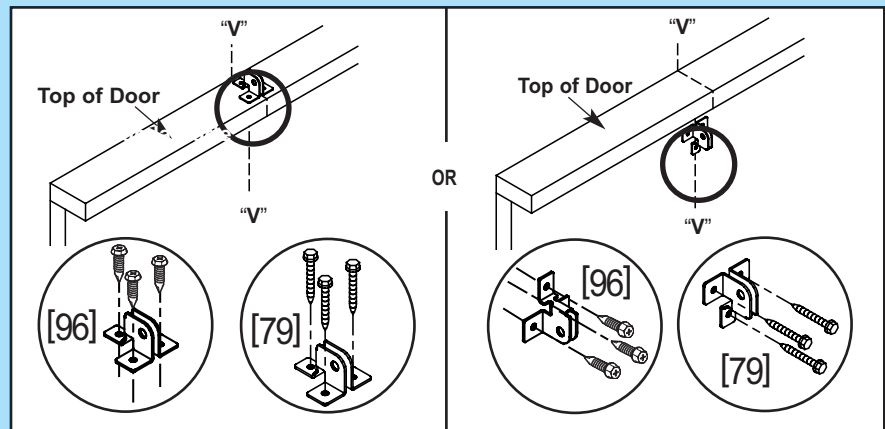

Fig. 2-12
6. Install door bracket (Fig. 2-12).